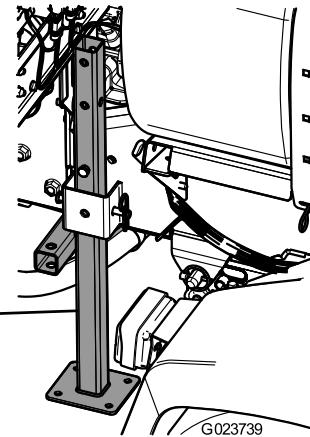

Bild 50
- Setzen Sie die hinteren Stützböcke von unten in den Rahmen in der Nähe der hinteren Vergurtungsstellen ein (Bild 50).